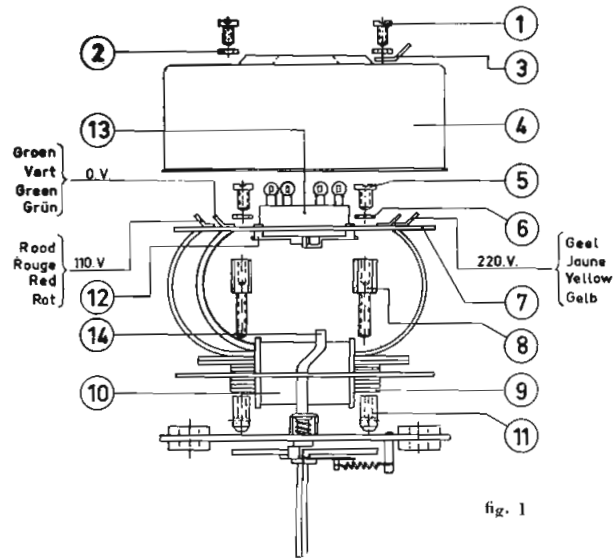

fig. 1
1. Voor het verwisselen van de netschakelaar moet eerst de aluminium kap (pos. 4) worden weggenomen, door losdraaien van de beide bevestigingsschroeven (pos. 1).
2. De twee schroeven (pos. 5) op de hardpapieren plaat (pos. 7) worden losgedraaid.
3. De plaat (pos. 7) wordt opgetild.
4. De 3 lippen van het bevestigingsplaatje (pos. 12) worden opengebogen en de schakelaar (pos. 13) eruit gedrukt.
*Montage van de netschakelaar, zie fig. 1.*